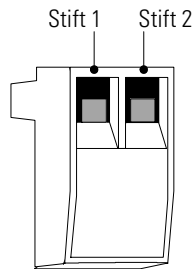

Abbildung 10. REPO-Anschlussstecker
3. Die isolierten, normalerweise geschlossen, trockenen Kontakte (mit Nennwerten von maximal 60 V Gleichspannung, 30 V Wechselspannung effektiv und 20 mA) am ganzen REPO-Gerät an Stift 1 und Stift 2 anschließen (siehe Abbildung 10).